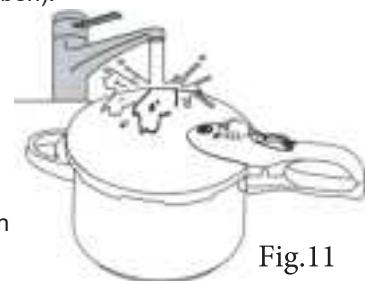

Fig.11
- Nach Beendigung des Garvorgangs den Deckel mit Handschuhen öffnen, um sich nicht zu verbrennen. (Abb. 11)
Stellen Sie den Schnellkochtopf in die Spüle. Schalten Sie das kalte Wasser ein und lassen Sie es auf den Deckel ablaufen, während das Sicherheitsventil abfällt (Abb. 11, das Öffnen des Deckels erfolgt auf die gleiche Weise wie oben).